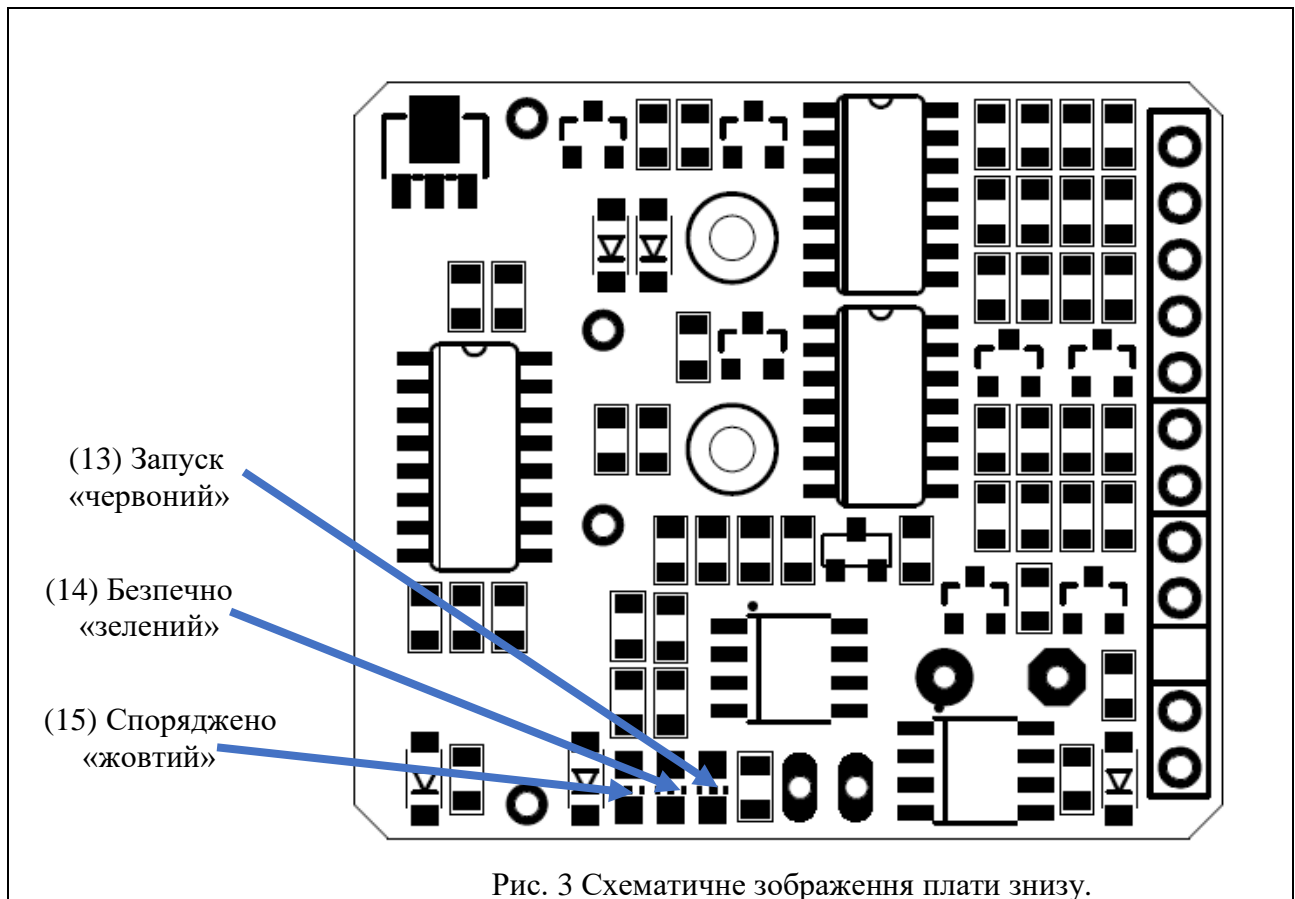

Рис. 3 Схематичне зображення плати знизу.
- З'єднані контакти запуску пристрою «чека». При їх роз'єднанні запуститься перший часовий таймер (загориться зелений світлодіод безпечно рис.3(14)) після завершення роботи котрого, та логічної одиниці від зовнішнього запобіжника рис.2(6), плата перейде в режим «Споряджено» запалюючи при цьому жовтий світлодіод рис.3(15)
- Перший запобіжник це своєрідна «чека» рис.2(8) - проводи якої потрібно роз'єднати або ж, як в основному роблять - просто відрізають. Після роз'єднання проводів, запускається основна частина схеми. Загорається зелений світлодіод «БЕЗПЕЧНО» рис.3(14) і очікується на зняття наступних запобіжників.
Сигнал активації може з'явитись на долю секунди, але плата протягом секунди увімкне підричник рис.2(9) сигналізуючи це світлодіодом «ЗАПУСК» рис.3 (13).
В нормальному режимі роботи, як тільки з'явиться на платі зовнішній сигнал рис.2(6). Рівня логічної одиниці, і вийде час затримки. (60 секунд +/- 5сек.). Пристрій переходить в стан «СПОРЯДЖЕНО» загорається жовтий світлодіод рис.3(15) та гасне зелений світлодіод «БЕЗПЕЧНО» рис.3(14). В даному стані, пристрій реагує на направлений удар, або ж замикання контактів «ВУСА» рис.2(7), або ж зовнішній сигнал з дрону (3,3вольти) рис.2(5). Якщо пристрій споряджений, горить відповідний світлодіод рис.3(15), але сигнал активації не настав протягом 35 хв, спрацює активація по таймеру самоліквідації.
5. Перевірити що загорівся лише зелений світлодіод «БЕЗПЕЧНО» рис.3(14) й горів визначений інтервал (60секунд +/-5сек.). Під час цього інтервалу, пристрій не має реагувати на активацію, тобто не повинен загоратись червоний світлодіод «ЗАПУСК» рис.3(13)
6. Після завершення зворотного відліку, та зняття 2-го запобіжника рис.2(6), зелений світлодіод «БЕЗПЕЧНО» рис.3(14) вимкнувся, але натомість загорівся жовтий світлодіод «СПОРЯДЖЕНО». рис.3(15)
7. При легкому ударі в напрямку руху - загорається червоний світлодіод «ЗАПУСК» рис.3(13). (Ми для перевірки не натискаємо важіль, а робимо стук до столу, імітуючи удар по цілі. ). Або ж замикаються контакти «ВУСА» рис.2(7), або подача зовнішнього сигналу активації. рис.2(5)
8. Для деактивації пристрою потрібно зняти зовнішній запобіжник (вимкнути сигнал рис.2(6) та з'єднати дроти запуску пристрою «чека» рис.2(8). Повторний натиск на важіль мікровимикача вже не призведе до загорання світлодіода «ЗАПУСК» рис.3(13).